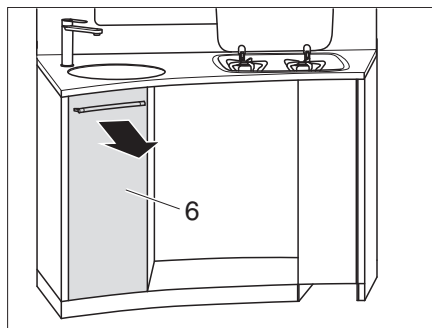

Fig. 124 Retirer le tiroir de cuisine haut
- Retirer le tiroir de cuisine haut (Fig. 124,6).